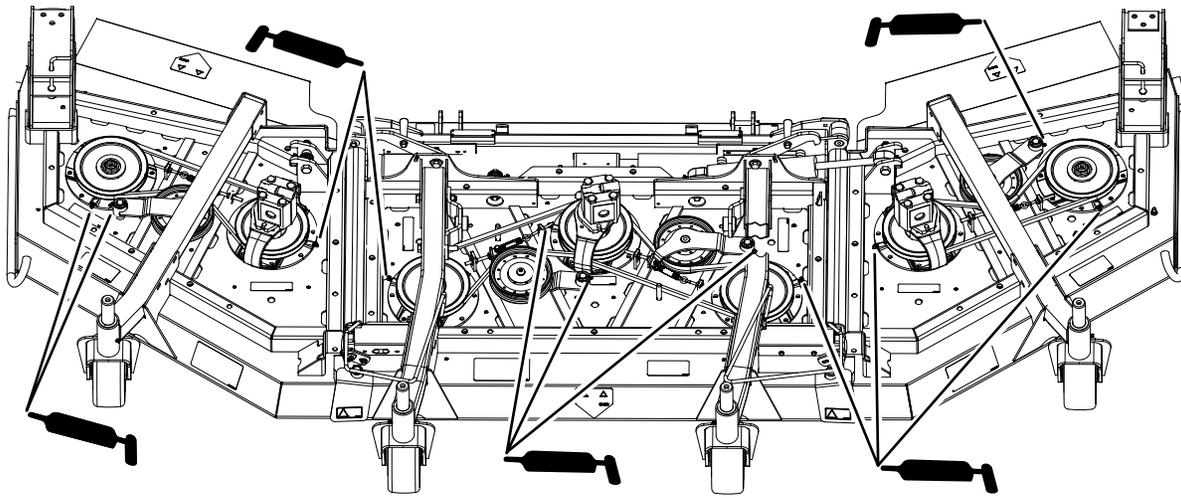

Figura 83
- Cojinetes de eje (3) (situados debajo de la polea) (Figura 83)
- Casquillos del pivote del brazo tensor (2) (Figura 83)